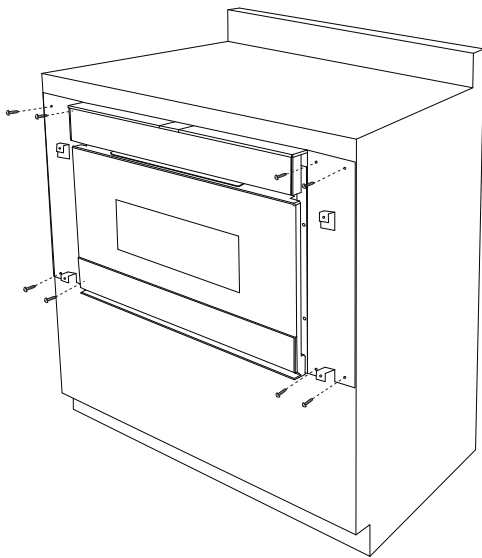

Figure 6
9. En utilisant les 4 trous sur le tiroir comme gabarit, pré-percer l'armoire avec une mèche de 1,57 mm (1/16 po). Voir la Figure 6.